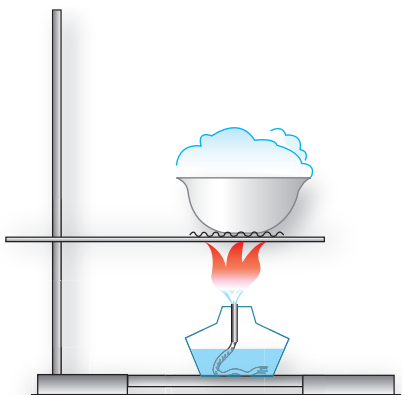

Рис. 11. Выпаривание
Выпаривание. Кристаллизация. Чтобы растворённое вещество, например поваренную соль, выделить из раствора, последний выпаривают (рис. 11). Вода испаряется, а в фарфоровой чашке остаётся поваренная соль. Иногда применяют упаривание, т. е. частичное испарение воды. В результате образуется более концентрированный раствор, при охлаждении которого растворённое вещество выделяется в виде кристаллов. Этот процесс получил название *кристаллизации*.
3. Выпаривание раствора. Полученный фильтрат вылейте в фарфоровую чашку и поставьте её на кольцо штатива (см. рис. 11). Нагревайте чашку в пламени спиртовки, периодически перемешивая фильтрат до полного испарения воды. На дне чашки остаются кристаллики соли. Полученную соль сравните с исходной.